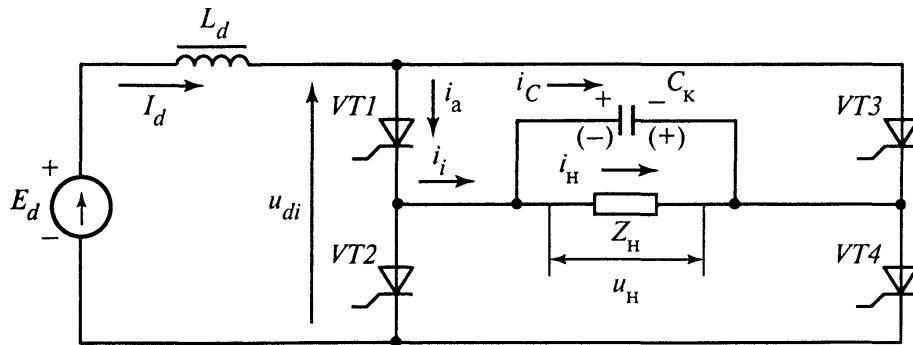

Рис. 8
8. В схеме рис.8 напряжение питания $E_d = 100$ В, $R_H = 10$ Ом, частота выходного напряжения $f = 1000$ Гц, в схеме используются тиристоры с временем восстановления $t_{восст} = 100$ мкс. Определить: а) необходимое значение емкости коммутирующего конденсатора C_K ; б) значение напряжения на нагрузке U_H ; в) действующее значение тока нагрузки I_H ; г) значение тока, протекающего через коммутирующий конденсатор, I_C ; д) значение выходного тока инвертора I_i ; е) ток, отбираемый от источника питания I_d ; ж) мощность источника питания P_d .